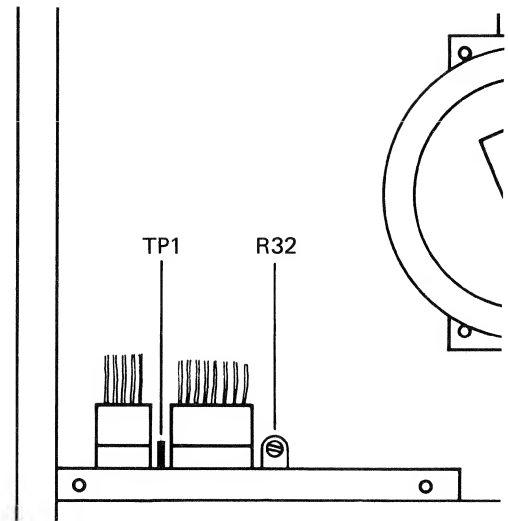

Fig. 5.2.—1
- Ein Universalinstrument (mindestens 20 000 Ohm/V DC an Testpunkt TP 1 auf der Capstansteuerung 1.067.234/235 anschliessen (siehe Fig. 5.2.—1).
- Connect a multimeter (at least 20 kohms/V DC) to test point TP 1 on the capstan control 1.067.234/235 (see fig. 5.2.—1).